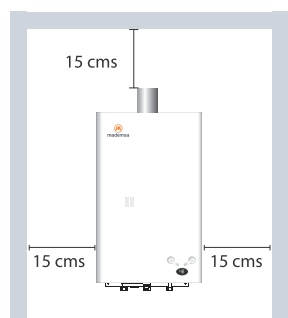

Fig 3
- No deben colocarse ni cables, ni equipos eléctricos encima del calefón. El calefón debe mantenerse por lo menos 400 mm lejos de lo electrónico. La distancia entre el calefón y las sustancias inflamables no debe ser menor que se muestra en la figura (Fig. 3).
El conducto debe estar por lo menos 150 mm lejos de alguna sustancia inflamable, si el tubo tiene que pasar a través de materiales o pared inflamable, cúbralo con aislante de calor y material no inflamable con más de 20 mm de espesor (Fig. 3).